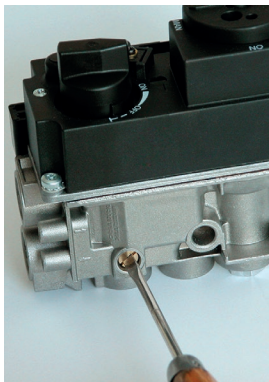

Рис.13. Способ регулировки минимальной высоты пламени главной горелки
2. Минимальная высота пламени главной горелки может быть установлена поворотом регулировочного винта (Рис.13.). Фабричная установка регулировочного винта стоит на максимальной высоте пламени.